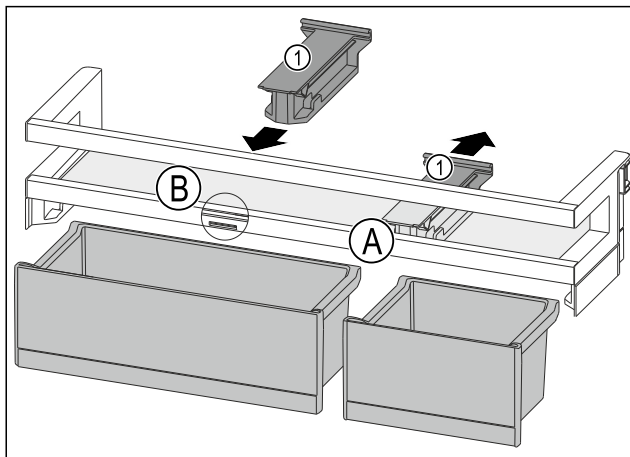

Fig. 152
- Кріпильний елемент Fig. 152 (1) у положенні Fig. 152 (A) витягніть рухом донизу.
- Кріпильний елемент Fig. 152 (1) вставте у положення Fig. 152 (B).